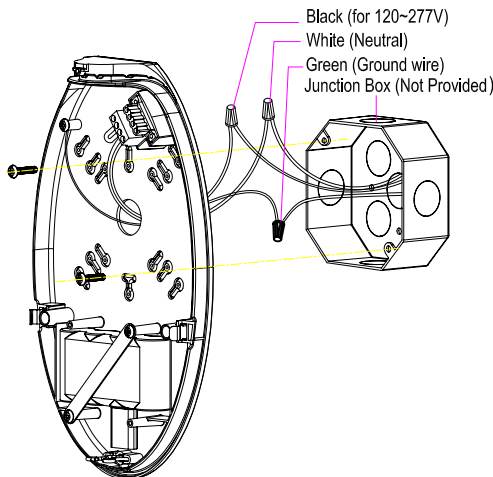

Figure 3
- Figure 3: Installation using conduit